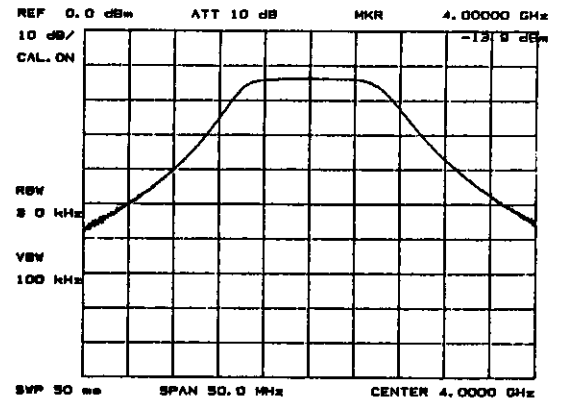

図5-73 グループ・ディレイの測定-1
- (1) TRACKING GENERATOR OUTPUT コネクタに、増幅器またはフィルタの入力を接続し、増幅器またはフィルタの出力をTR4173のINPUT コネクタに接続して下さい。
- (2) MAG キーを押して、トラッキング・ジェネレータをONにして下さい。
- (3) 次に、通過特性を測定し、最適なTG LEVEL、INPUT ATT を選択して下さい。(図5-73参照)